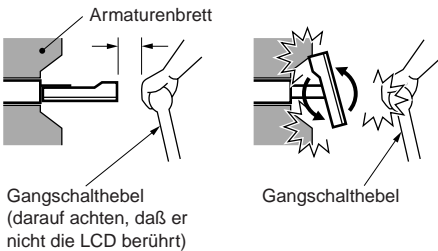

Abbildung 2
2. Dieses Modell kann benutzt werden, wenn die LCD-Bildschirmtafel nach vorn geschoben ist (Kapselladesystem). Bei einigen Fahrzeugtypen könnte die LCD-Bildschirmtafel das Armaturenbrett oder den Gangschalthebel berühren, weshalb es dann nicht eingebaut werden kann. Bevor eine Einbaustelle gewählt wird, darauf achten, daß das Gerät nicht die Bedienung des Gangschalthebels behindert. (Abbildung 2)